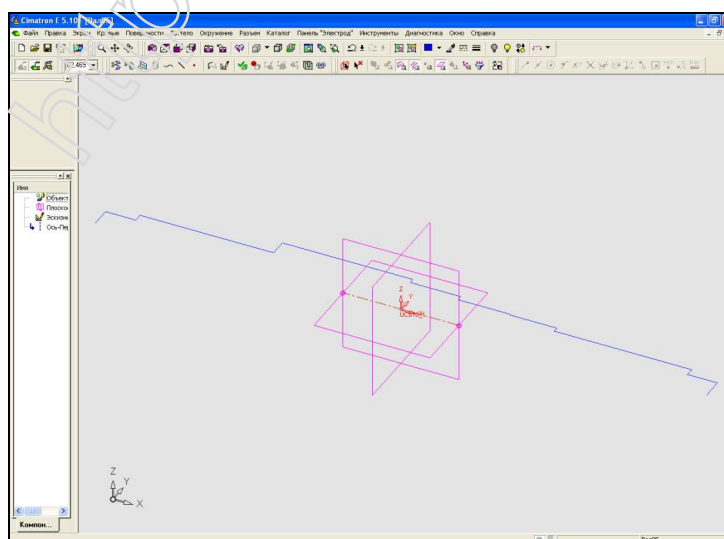

Рисунок 8.18 – Выбор оси вращения для созданного контура
8.1.3.1 Для построения оси вращения контура выбираем Окружение>Оси>Пересечение. Отмечаем поочередно курсором главные плоскости XY и ZY. Появляется линия пересечения плоскостей (рисунок 8.18).